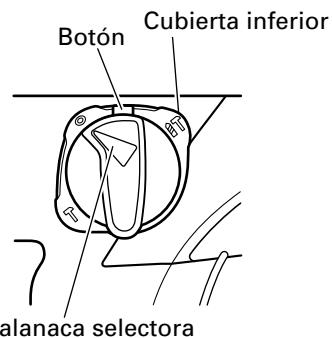

Fig. 8
- Apriete el botón, desbloquee la palanca selectora y gírela. Alinee la marca  $\blacktriangle$  de la palanca selectora y  $\textcircled{O}$  del sujetador de palanca, tal como se muestra en la Fig. 8.